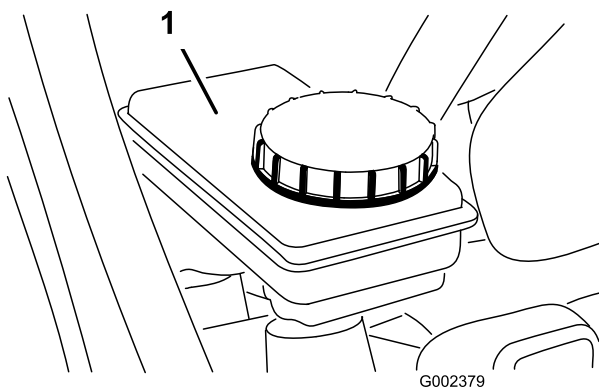

Bild 23
2. Der Flüssigkeitsstand sollte die Vollenlinie am Behälter erreichen (Bild 23).